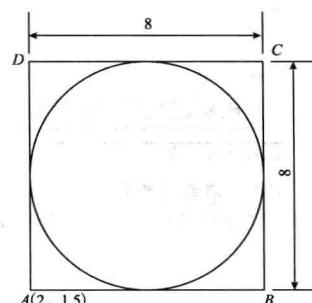

图 1-10 正方形内切圆
(1) 启动 AutoCAD, 选择“默认设置”, 设置模型空间界限为: 长 12, 宽 9。
(2) 熟悉 AutoCAD 工作界面的各个部分, 用直线(Line)命令、圆命令(Circle)绘制正方形及其内接圆, 如图 1-10 所示(不标尺寸)。
(3) 以“SX1-002.dwg”命名, 存盘。